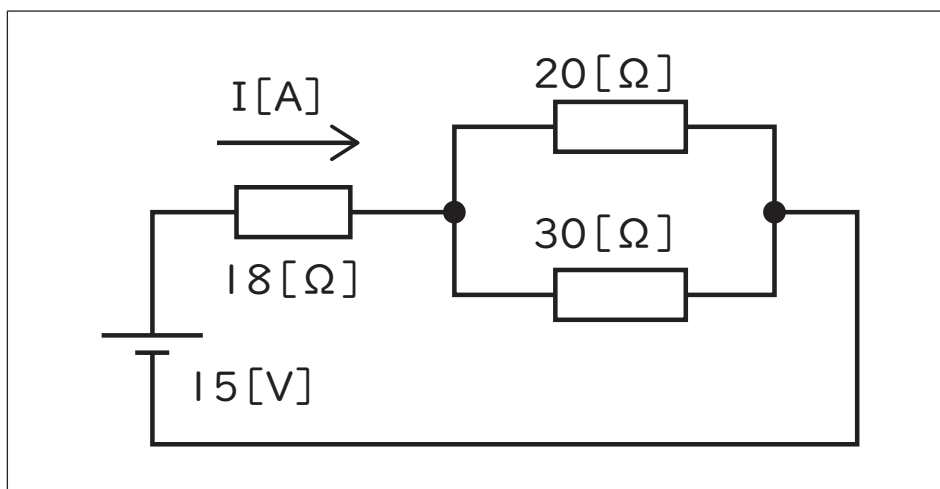

図2
(6) 次の図2に示す回路について、電流  $I$  [A] の値として最も適切なものを 1 ~ 5 から一つ選べ。